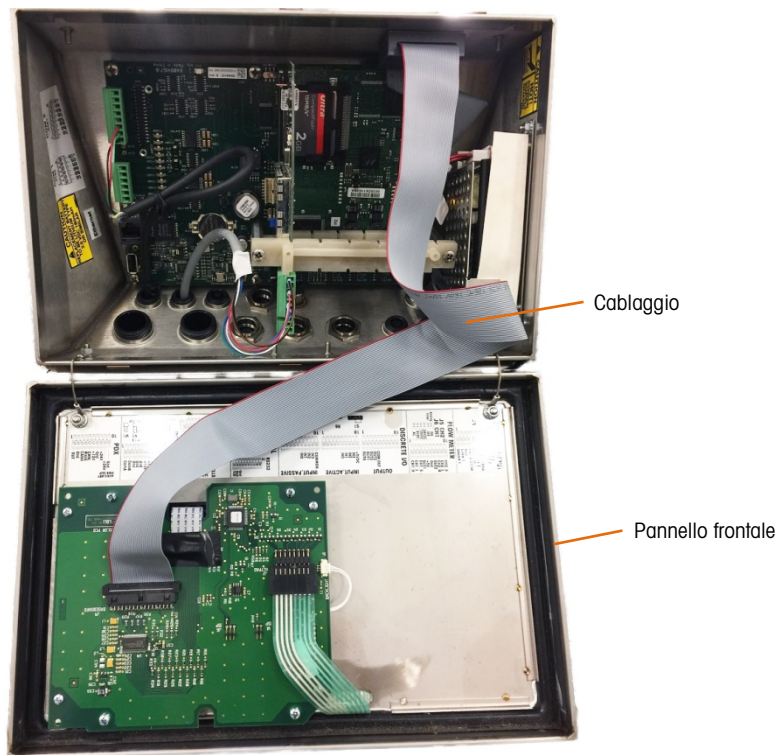

Figura A-11: Pannello anteriore invertito, cavo di cablaggio più lungo installato
5. Collegare il cavo di cablaggio sostitutivo (6408730) come mostrato in figura Figura A-11.